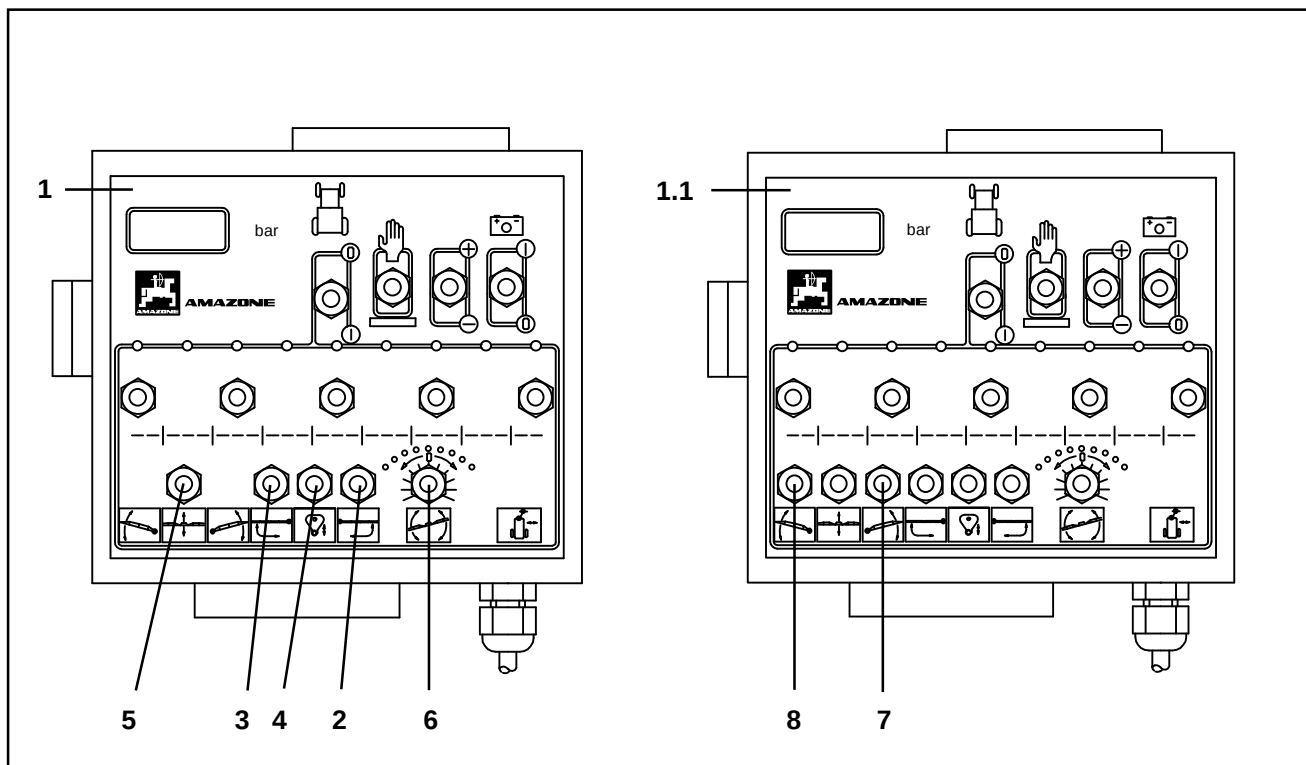

Fig. 10.30
- Bommen hæves op i middelhøjde med tasten (Fig. 10.30/ 5) til den hydrauliske højdeindstilling.
- Tasterne (Fig. 10.30/ 2 og 10.30/ 3) holdes i position „udklapning“, indtil begge bomsektioner er klappet helt ud. Hydraulikcylindrene låser bommen i arbejdsstilling.
- Tasterne (Fig. 10.30/ 7 og 10.30/ 8) holdes i positionen „afvinkling“, indtil begge bomsektioner er klappet ned
- Tasterne (Fig. 10.30/ 2 og 10.30/ 3) holdes i position „udklapning“, indtil de enkelte bomsektioner er foldet helt fra hinanden. Hydraulikcylindrene låser bommen i arbejdsstilling.
- Indstilling af bommens sprøjtehøjde foretages over tasten (Fig. 10.30/ 5) til den hydrauliske højdeindstilling.